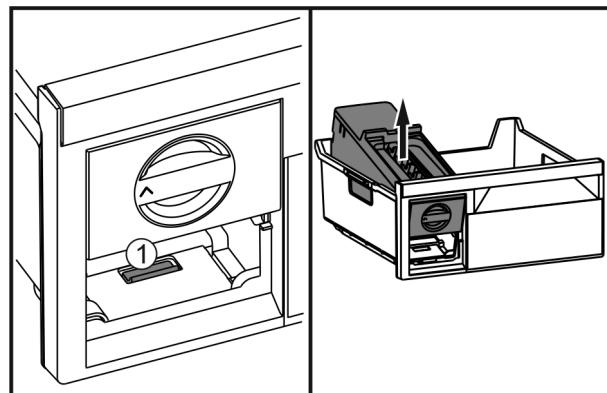

Fig. 40
- Натиснути на накладку Fig. 40 (1), EasyTwist-Ice підняти ззаду і витягнути з висувного ящика для заморожування.